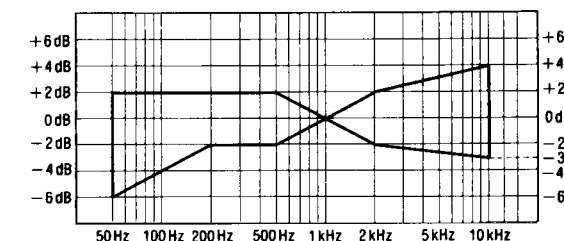

Fig. 8
4. Faire jouer le signal enregistré à l'étape 2 et vérifier que le niveau de chaque fréquence de sortie soit en deçà de la plage montrée la Fig. 8 en comparaison avec la fréquence de référence (1kHz).